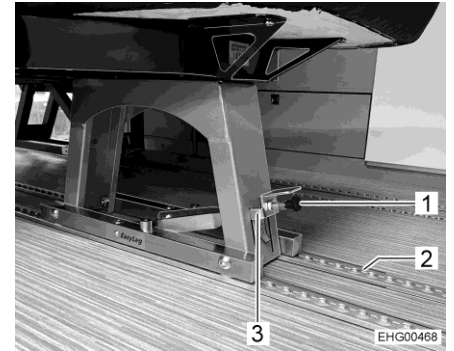

Bild 4 Einzelsitz (Arretierung offen)
- Wenn der Einzelsitz/die Doppelsitzbank in die Schiene (Bild 4,2) eingesetzt oder an die gewünschte Position verschoben ist: Schwarzen Griff (Bild 4,1) nach vorn ziehen.
- **Metallbügel (Bild 4,3) nach unten drücken.**